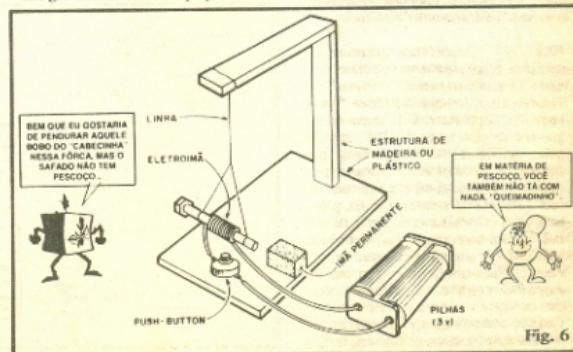

Fig. 6
- FIG. 6 - Como um galvanômetro não é mais do que um arranjo eletro-